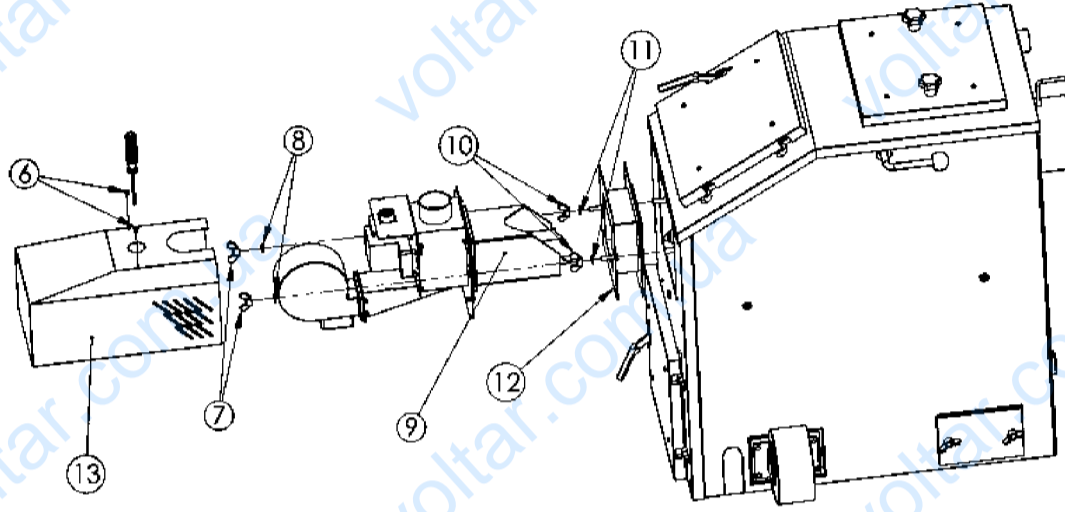
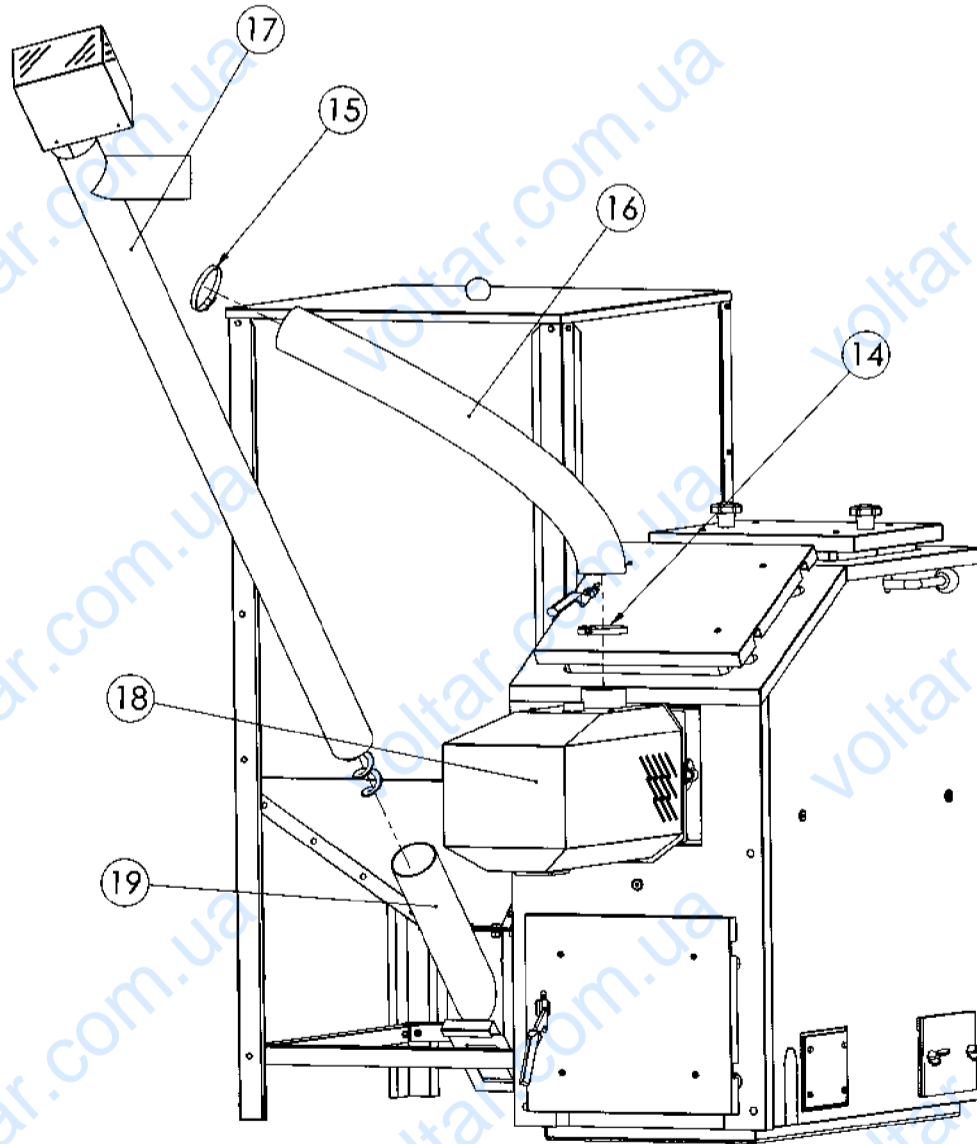

Рис. 13 Монтаж форсунки Платинум Био.
Рис. 14 Монтаж питателя.
3. Установить форсунку (9) в адаптере (12), привинчивая ее двумя барашками (10) с прокладками (11) (рис. 13). Адаптер (12) с форсункой (9) прикрепить в котле двумя барашками (7) с прокладками (8).
4. Установить корпус форсунки (13) фиксируя его винтами (6)
5. Вставить трубу питателя (17) в фиксирующую трубу (19) (рис. 14.).
6. Установить эластичный шланг (16) на трубу питателя (17) и защитить зажимной повязкой (15).
7. Установить эластичный шланг (16) на трубу форсунки (18) и защитить зажимной повязкой (14).